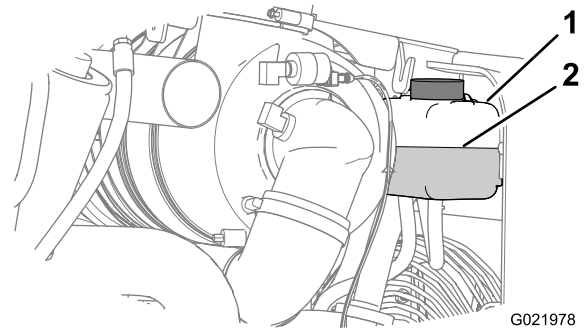

Figure 77
4. Vérifiez le niveau du liquide de refroidissement dans le réservoir (Figure 77).
Remarque: Vérifiez que le niveau du liquide de refroidissement se trouve entre les repères Add et Full sur le réservoir (Figure 77).